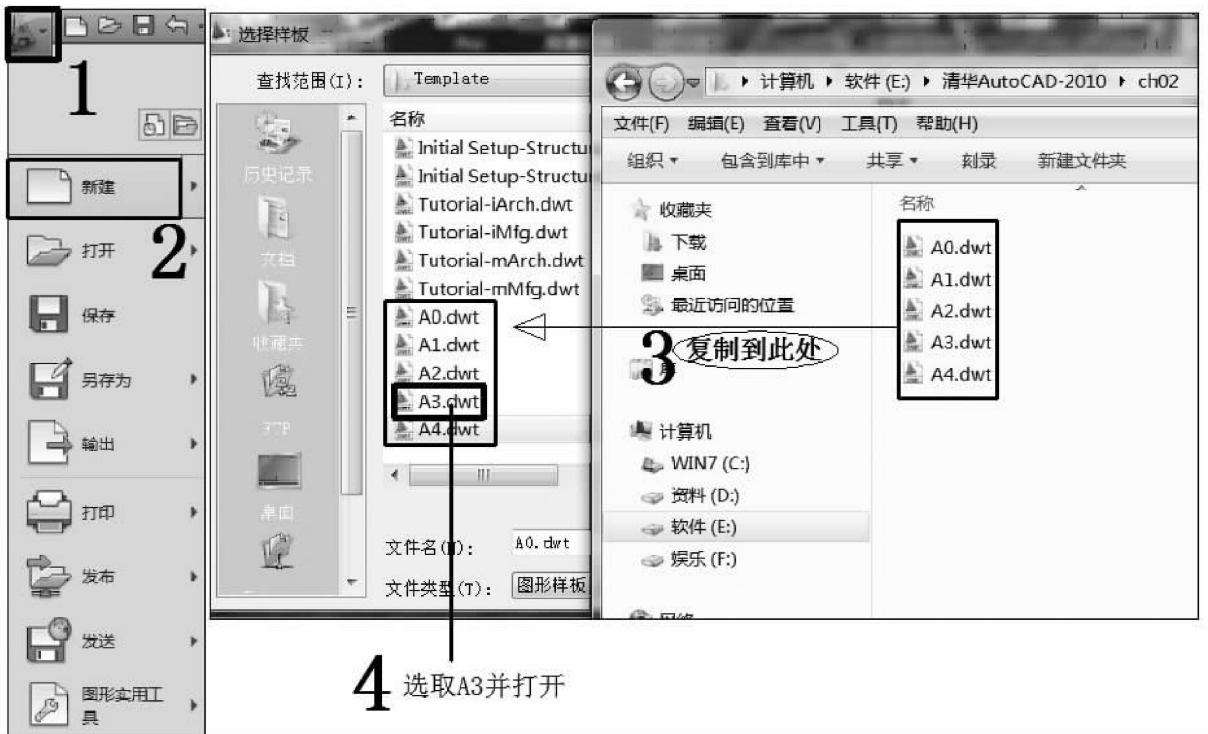

图 1-40 复制图框样板文件到默认的目录下
(1) 如图 1-40 所示，在创建一新文件时，将 ch02 目录下的 A0.dwt ~ A4.dwt 这 5 个图框样板文件，复制到 AutoCAD 默认的图框样板文件目录下。同时，立刻选取 A3 图框。
(2) 这样，当以后进入 AutoCAD 每新建一个文件时，就可以在图 1-40 所示的“选择样板”对话框中，选取合适的图框样板文件来画图了。
(3) 接下来要解决比例的问题。为了丢弃比例尺，就要以 1:1 的比例来画图。现在，本图的比例是 1:100；因此，请按照如下的命令流程，运行 SCALE 命令，来将图框放大 100 倍：